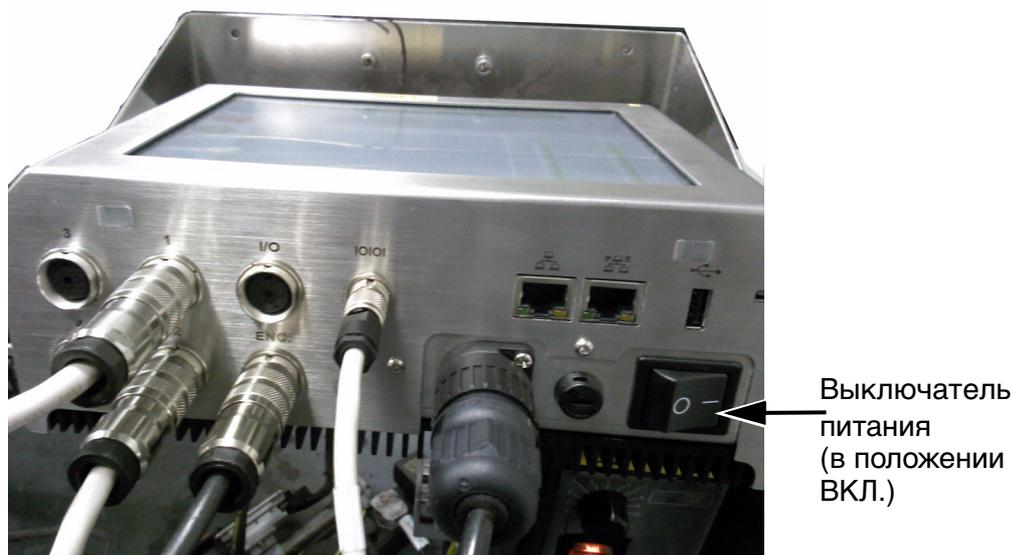

Рис. 5-4: Выключатель электропитания принтера
- 4 Поверните выключатель питания на контроллере CLARiTY® в положение ВКЛ. (Рис. 5-4 на стр. 5-4).